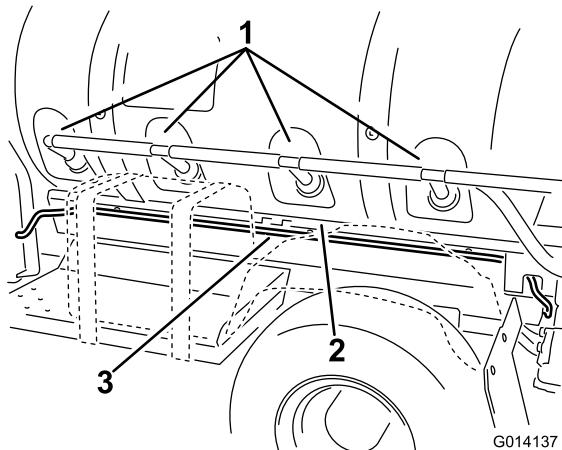

Figure 15
- Acheminez le faisceau vers l'avant le long du patin de la cuve et sous les orifices d'agitation jusqu'au compartiment de batterie (Figure 15). Utilisez trois serre-câble en plastique pour fixer le faisceau de câblage au bâti.